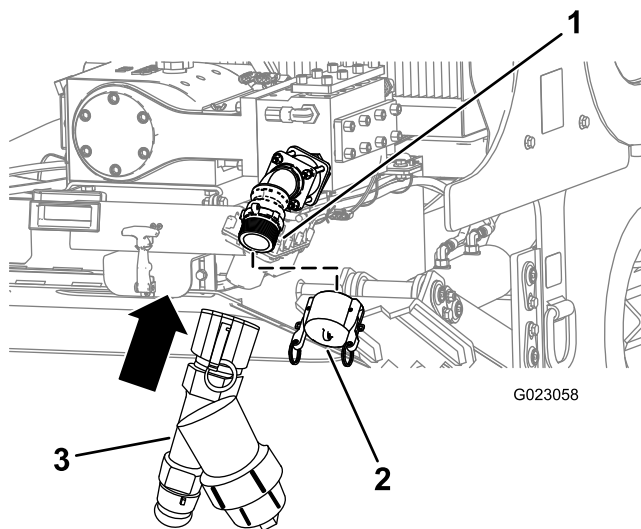

Рисунок 84
1. Снимите впускную крышку насоса (Рисунок 84).
2. Совместите Y-образный сетчатый фильтр с резьбой на насосе (Рисунок 84).